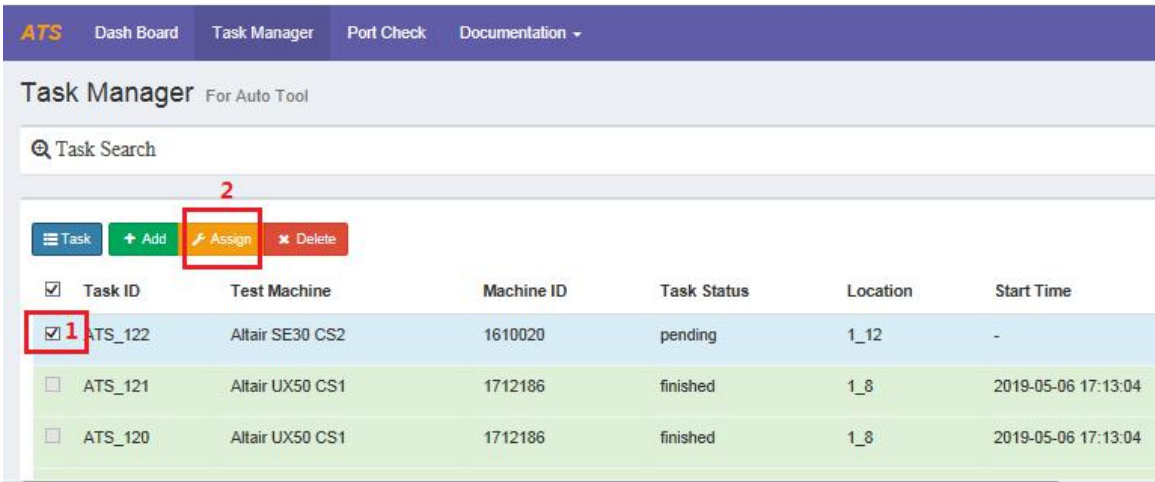

图 19
a.勾选图 19 中的 1，然后鼠标移动到 Task，然后点击图 19 中的 2，进行 Assign。